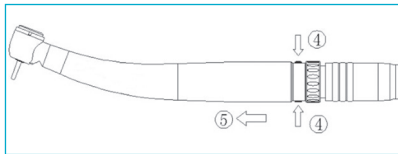

Fig. 6-12
- Segure firmemente o acoplamento LED e prima os dois botões situados nos lados do acoplamento LED (Fig. 6-12④).
- Retire o dispositivo médico (Fig. 6-12 ⑤).